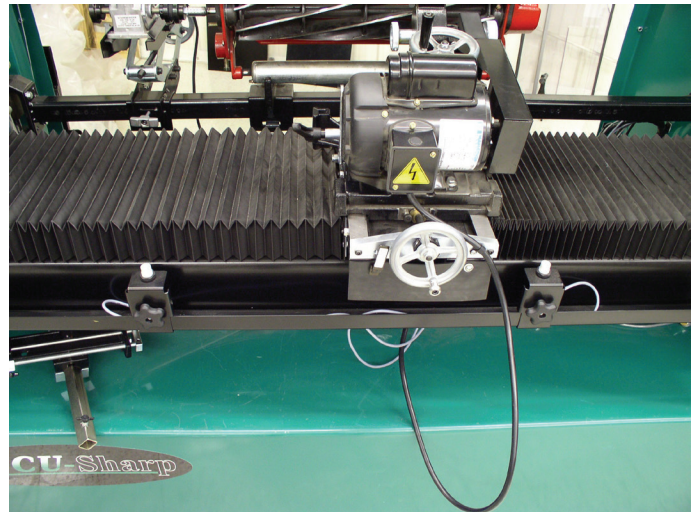

Fig. 62
- E. Træk slibeslæden tilbage fra cylinderen og rammen, så den går fri af alle punkter. Indstil nærhedsstop, så de rettes ca. ind med enden af rammen, og stram dem godt. Justér knappen til fremføringshastighed til nul, og slå fremføringskontakten til. Øger knappen for fremføringshastighed, så slæden bevæger sig langsomt på tværs af cylinderen. Se fig. 62 og 63.